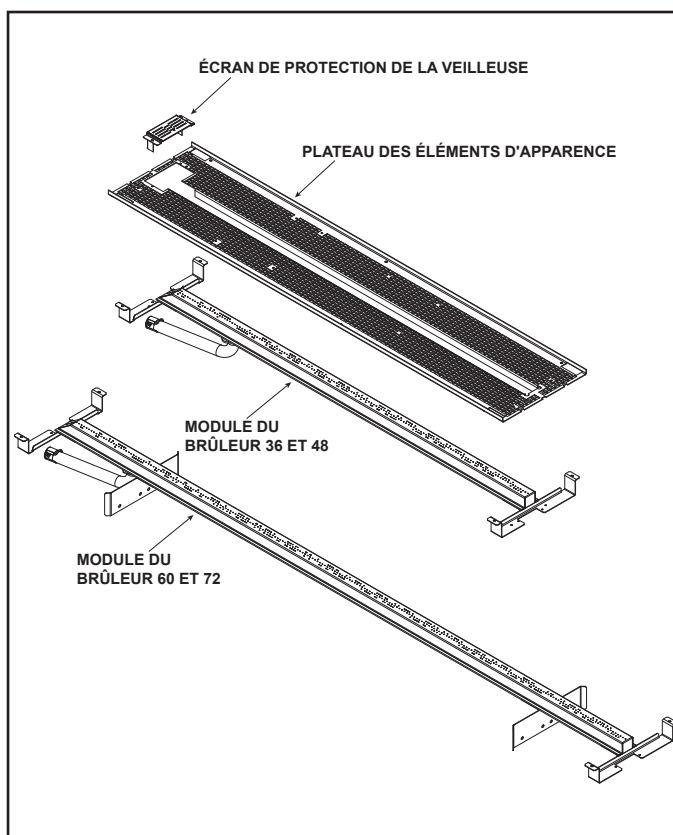

Figure 9.3. Plateau des éléments d'apparence avec brûleur et écran de protection de la veilleuse
7. Retirez le plateau de l'élément d'apparence. Il est fixé à l'intérieur de la base de la boîte à feu avec 10 vis. Voir la figure 9.3.
9. Retirez les quatre vis fixant le brûleur aux côtés de la boîte à feu et dégagez le brûleur de l'orifice. Retirez le brûleur. Voir la figure 9.3.